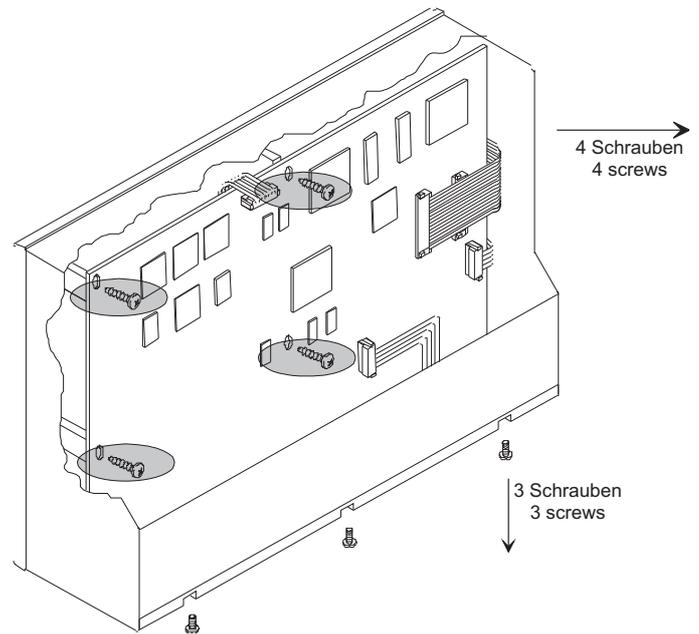

Bild D 8-2: Lösen der Hauptplatine und der Anschlussplatte
5. Lösen Sie die vier Befestigungsschrauben der Hauptplatine, lösen Sie auf der Geräteunterseite die unteren Befestigungsschrauben und heben Sie vorsichtig die Einheit aus Anschlussplatte und Hauptplatine aus dem Gehäuse (Bild D 8-2). Achten Sie darauf, keine Kabel zu beschädigen!